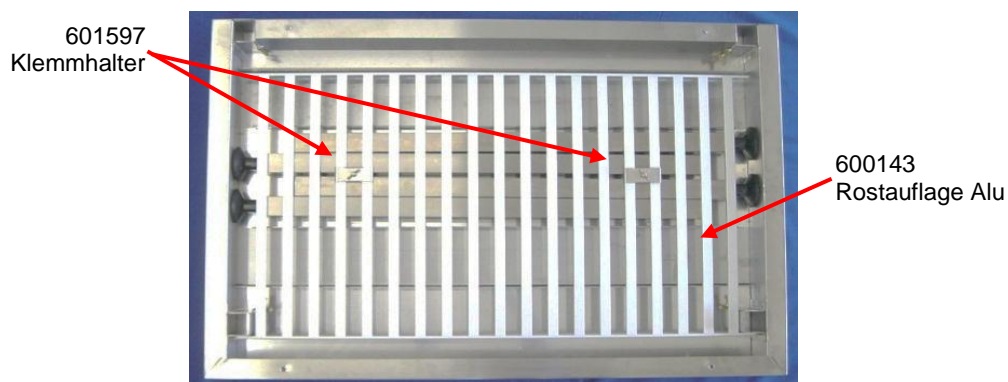

Abb. 1: Packzustand
- ◆ Lockern Sie die beiden Klemmhalter (Abb. 1:)